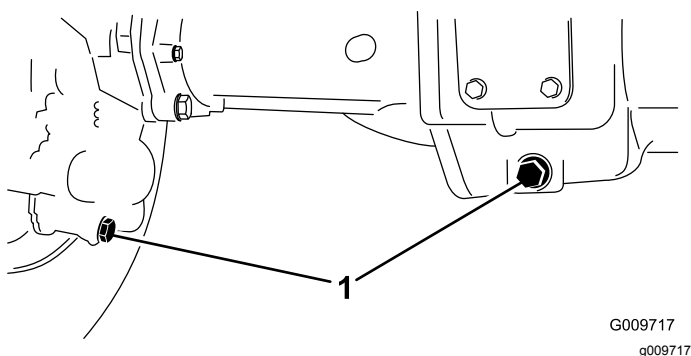

Figure 46
2. Nettoyez la surface autour des 3 bouchons de vidange, 1 à chaque extrémité et 1 au centre (Figure 46).